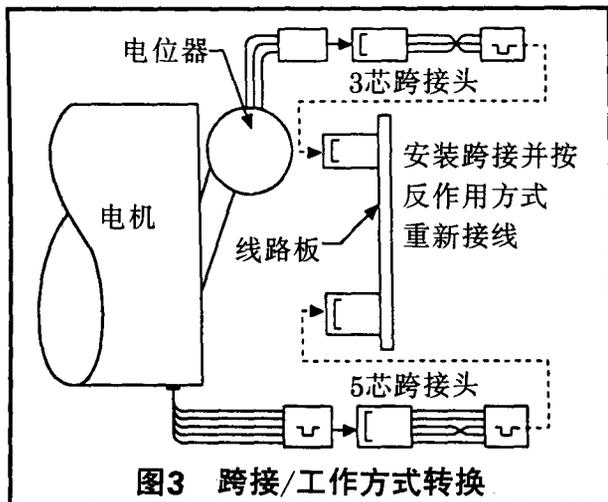

图3 跨接/工作方式转换
3. 在电位计和电机中按图3所示安装两个跳线插件，跳线插件可从本厂得到。